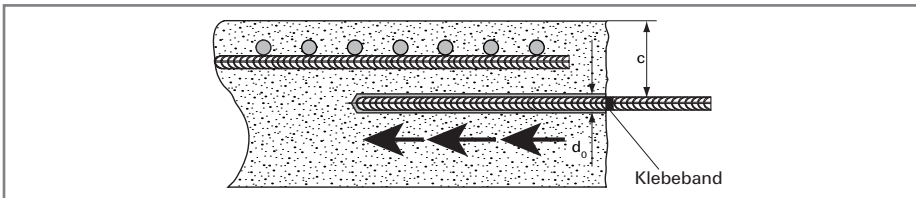

Abb. 7: Prüfen der Gängigkeit des Bewehrungsstabes und der Bohrlochtiefe
- Der so markierte Bewehrungsstab wird probeweise **bis zum Bohrlochgrund** in das gereinigte Bohrloch eingeführt und dabei gedreht. Damit prüft man die **Gängigkeit** des Bewehrungsstabes und die **Bohrlochtiefe** (Abb. 7).